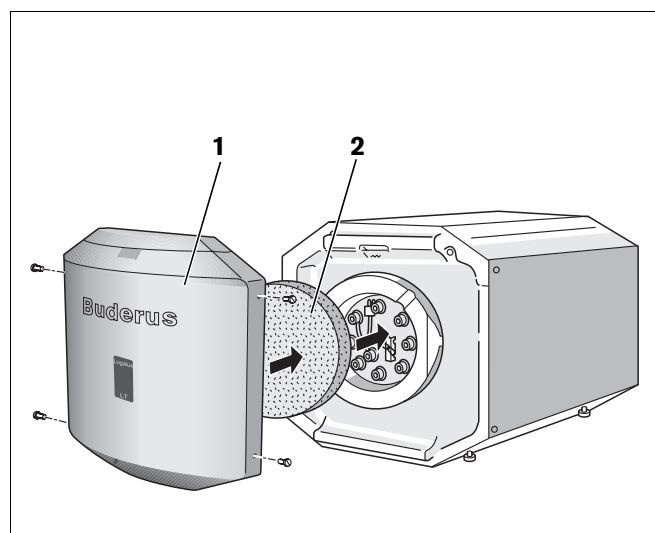

Fig. 17 Monter l'isolation thermique et la paroi avant
- Mettre l'élément de l'isolation thermique (fig. 17, **pos. 2**) en place devant le couvercle de la trappe de visite.
- Mettre la paroi avant en place (fig. 17, **pos. 1**) et fixer à l'aide de 4 vis.